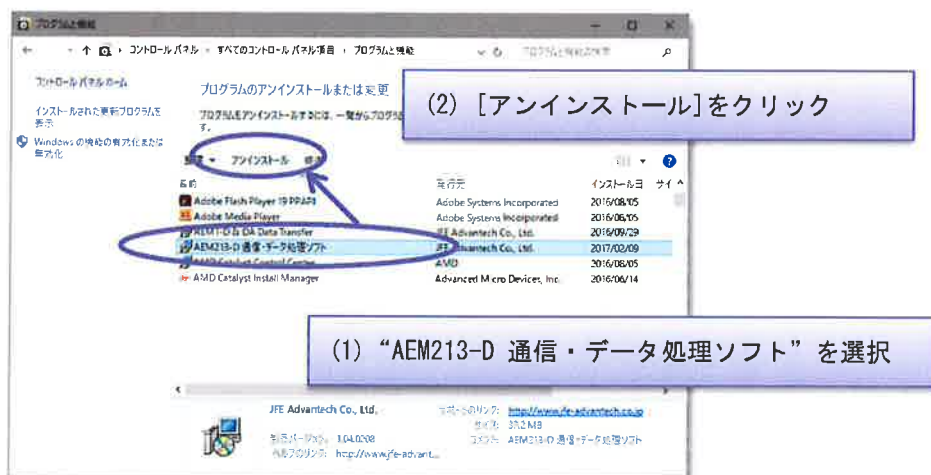

図 2.7 本ソフトウェアのアンインストール方法
- (2) リストの中から“AEM213-D 通信・データ処理ソフト”を選択して**[アンインストール]**をクリックします。（図 2.7）